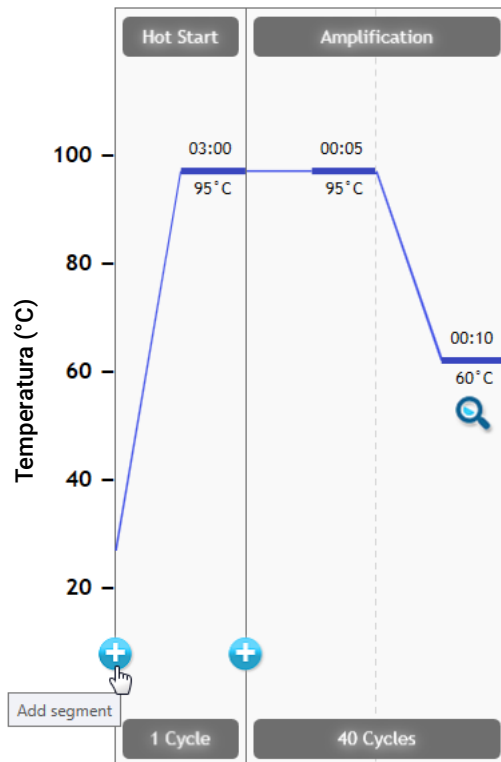

Figura 5 Adição de um novo segmento na tela de perfil térmico do Aria
- a Na tela, passe o cursor sobre o segmento Hot Start. Clique no ícone + (como mostrado na **Figura 5**) que aparece no lado esquerdo do segmento Hot Start.